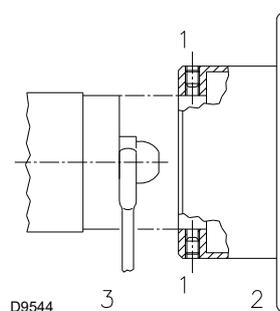

Fig. 20
- le fixer avec la clé à travers le trou central du disque de stabilité de flamme ou desserrer les vis 1)(Fig. 20);